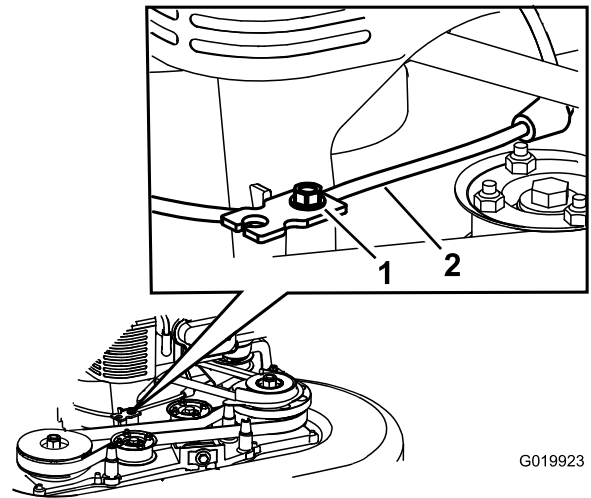

Figure 44
5. Desserrez la vis du serre-câble (Figure 44).